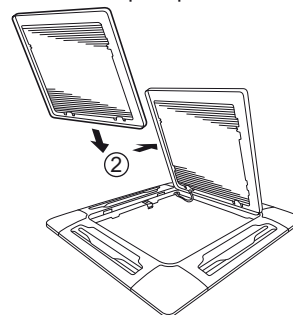

Fig. 7-5
- c) La grille d'admission d'air étant ouverte, déposer la charnière de grille du plafonnier en la faisant glisser dans la direction indiquée par la flèche ②. (Fig. 7-5)